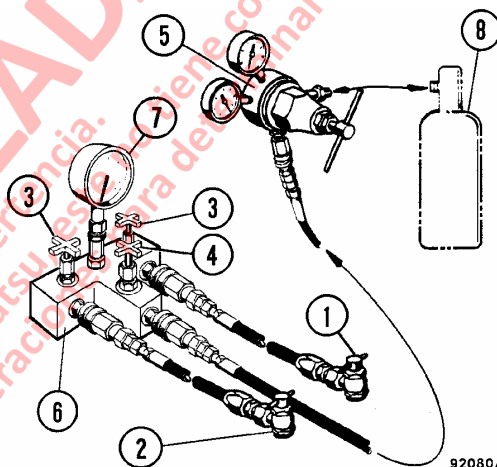
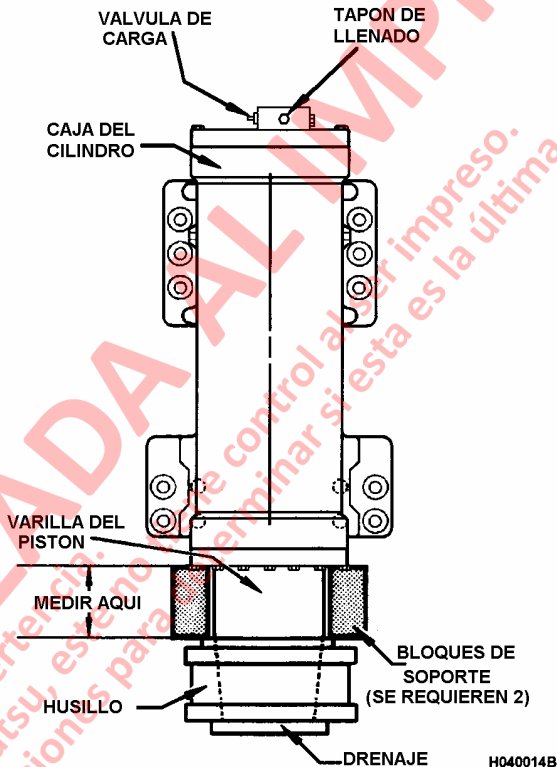
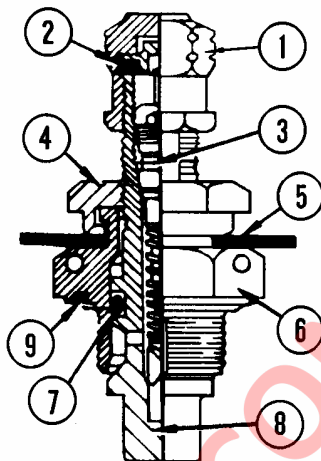
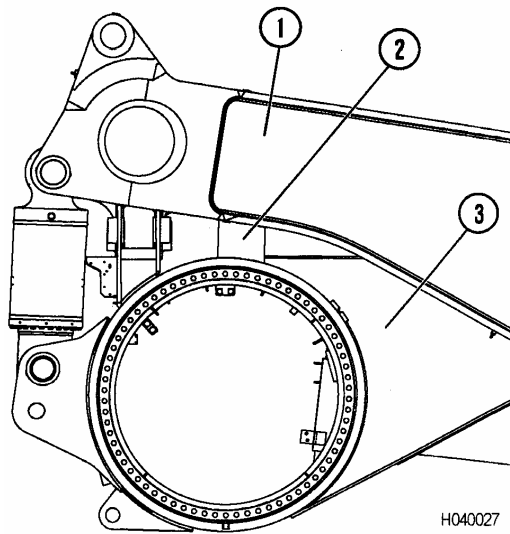

FIGURA 4-1 KIT DE CARGA HYDRAIR
FIGURA 4-2. SUSPENSION DELANTERA
FIGURA 4-3. VALVULA DE CARGA
FIGURA 4-4. MONTAJE DEL BLOQUE PARA LLENADO DE ACEITE
1. Ensamble el kit de carga como se muestra en la Figura 4-1 y asegure al contenedor de nitrógeno seco puro (8).
3. Gire completamente hacia la izquierda las manillas "T", (1, Figura 4-1) de los adaptadores (2).
Se pueden fabricar bloques de soporte de diversas formas. Se recomiendan materiales de acero suave. Se puede utilizar material cuadrado o segmentos de tubería de al menos 25 mm (1 in). Los bloques deben ser capaces de soportar el peso del camión durante los procedimientos de carga y llenado de aceite, evitando a su vez el contacto con las superficies niqueladas y los sellos de la suspensión. Consulte la Figura 4-2 para la ubicación del bloque de soporte de la suspensión delantera y la Figura 4-4 para la ubicación del bloque de soporte de la suspensión trasera.
1. Coloque y asegure en su lugar los bloques para la dimensión de altura de llenado de aceite (ver Figura 4-2). Cuando se libere la presión del nitrógeno, las suspensiones bajarán para descansar en los bloques. Asegúrese que los bloques no marquen o rayen las superficies niqueladas de los pistones ni dañen los sellos del excéntrico en el retén del rodamiento inferior. Los bloques de soporte deben asentarse en el husillo y la caja del cilindro.
3. Presione el núcleo de la válvula de carga para liberar la presión de nitrógeno de la suspensión. Una vez liberada toda la presión de nitrógeno, la suspensión debería haber colapsado lentamente y haberse asentado firmemente en los bloques de soporte. Retire el tapón de llenado superior próximo a la válvula de carga (Figura 4-2).
1. Si se sacó, monte la válvula de carga con un nuevo anillo de goma (9, Figura 4-3). Lubrique el anillo de goma con aceite limpio Hydrair.
2. Apriete el cuerpo de la válvula (6) (hexagonal grande) con un torque de **23 N•m (17 ft. lbs.)**. Se debe desasentar la tuerca giratoria (4) (hexagonal pequeña) girando hacia la izquierda tres vueltas completas.
4. Cargue las suspensiones con gas nitrógeno a 50.8 mm (2 in.) por sobre la altura de carga que se muestra en la Figura 4-2. Cierre la válvula de entrada (4, Figura 4-1).
6. Saque la manguera del centro del múltiple (6).
7. Abra la válvula de entrada (4) hasta que la presión haya caído por debajo de la presión que se especifica en la Figura 4-2, y luego cierre la válvula.
8. Instale la manguera del centro al múltiple (6).
9. Cargue las suspensiones a la presión que se indica en la Figura 4-2. NO utilice una sobrecarga de nitrógeno para sacar las suspensiones de los bloques de carga.
10. Cierre la válvula de entrada (4, Figura 4-1). Deje abiertas las válvulas de salida (3) durante cinco minutos para permitir que las presiones en las suspensiones se igualen.
11. Cierre las válvulas de salida (3). Retire los componentes del kit de carga. Consulte Retiro del Kit de Carga más adelante en esta sección.
12. Si se está reutilizando la válvula de carga, apriete la tuerca giratoria (4, Figura 4-3) con un torque de **6 N•m (50 in. lbs.)**.
1. Posicione y asegure en su lugar los bloques para llenado de aceite de modo que los bloques se asienten entre el chasis y la caja del eje trasero (ver Figura 4-4). Tanto en el lado izquierdo como en el derecho del camión se debe usar un bloque.
7. Instale la válvula de carga en la suspensión. Apriete el cuerpo de la válvula (6, Figura 4-3) con un torque de **23 N•m (17 ft.lbs.)**.